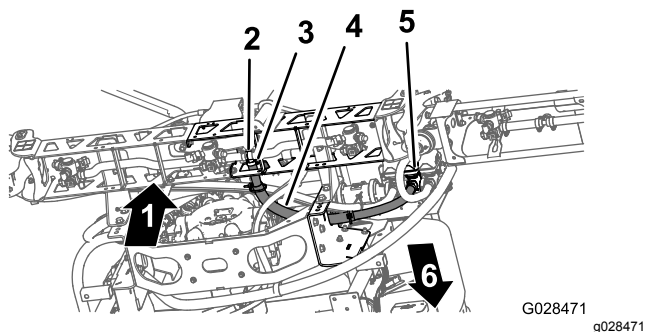

図 44
1. センターブームのホースを図 44のように配置する。
2. センターブームについているT字フィッティングのバーブ部分にブームホースを接続し、ホースクランプでホースを固定する (図 44)。